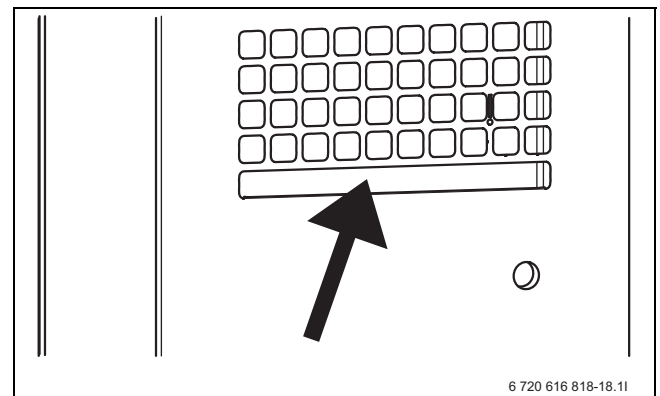

Fig. 51
- ▶ Fjern snavs og løv fra rummet på fordampere på varmepumpens bagside (→ fig. 51).